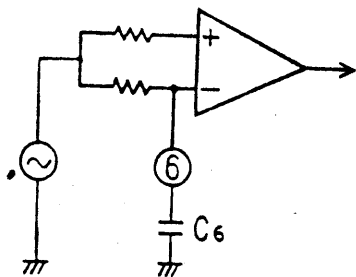

图 8
参看图8。⑥脚外接电容 C_6 使AM放大器的正反馈信号的高频分量旁路，而低频成分作为AGC电路的控制电压。滤波器的截止频率 f_L 由电路的输入阻抗 $22k\Omega$ 和 C_6 来决定，即 $f_L = 1/2\pi \times 22 \times 10^3 \times C_6$ 。在不需AM高通滤波功能时，可将 C_6 值增大，使 f_L 下降，当 $C_6 \geq 0.47\mu F$ 时，可使低频特性平坦。